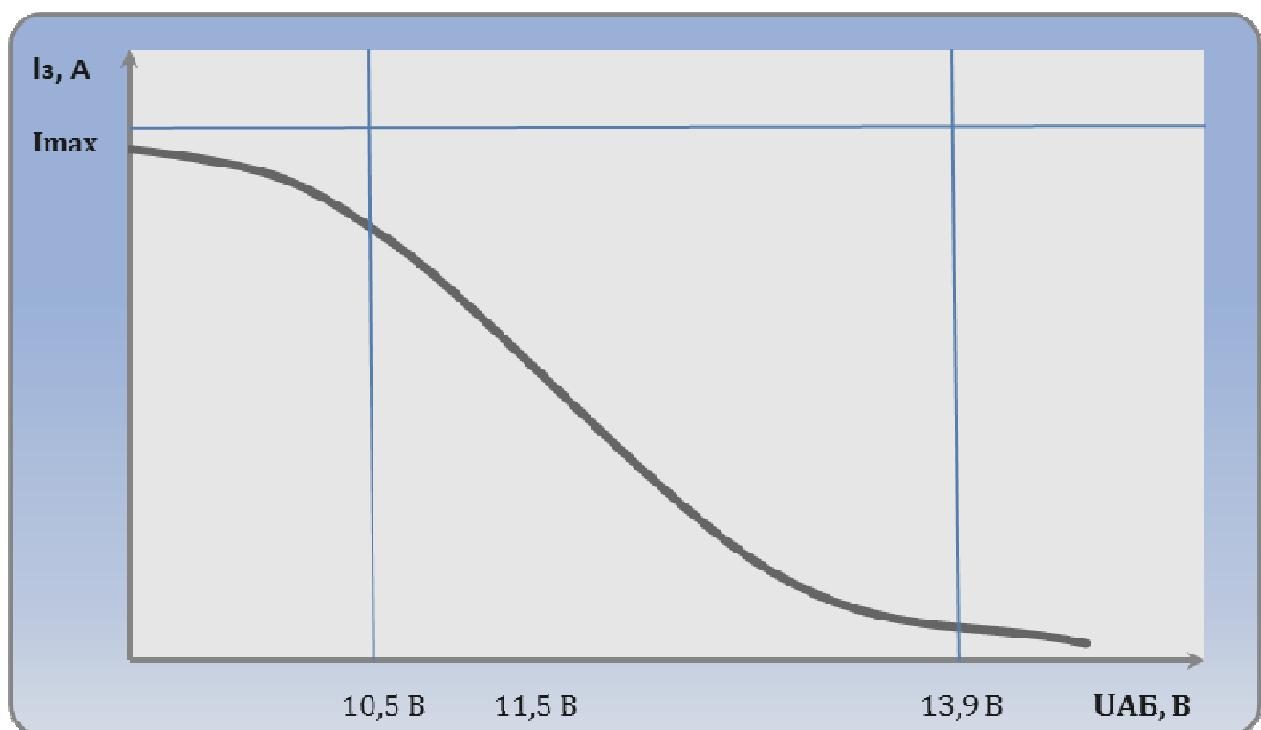

Рис.2. График работы зарядного устройства.
- 9.7. Примерный график заряда аккумуляторных батарей данным типом зарядного устройства приведен на рис. 2.